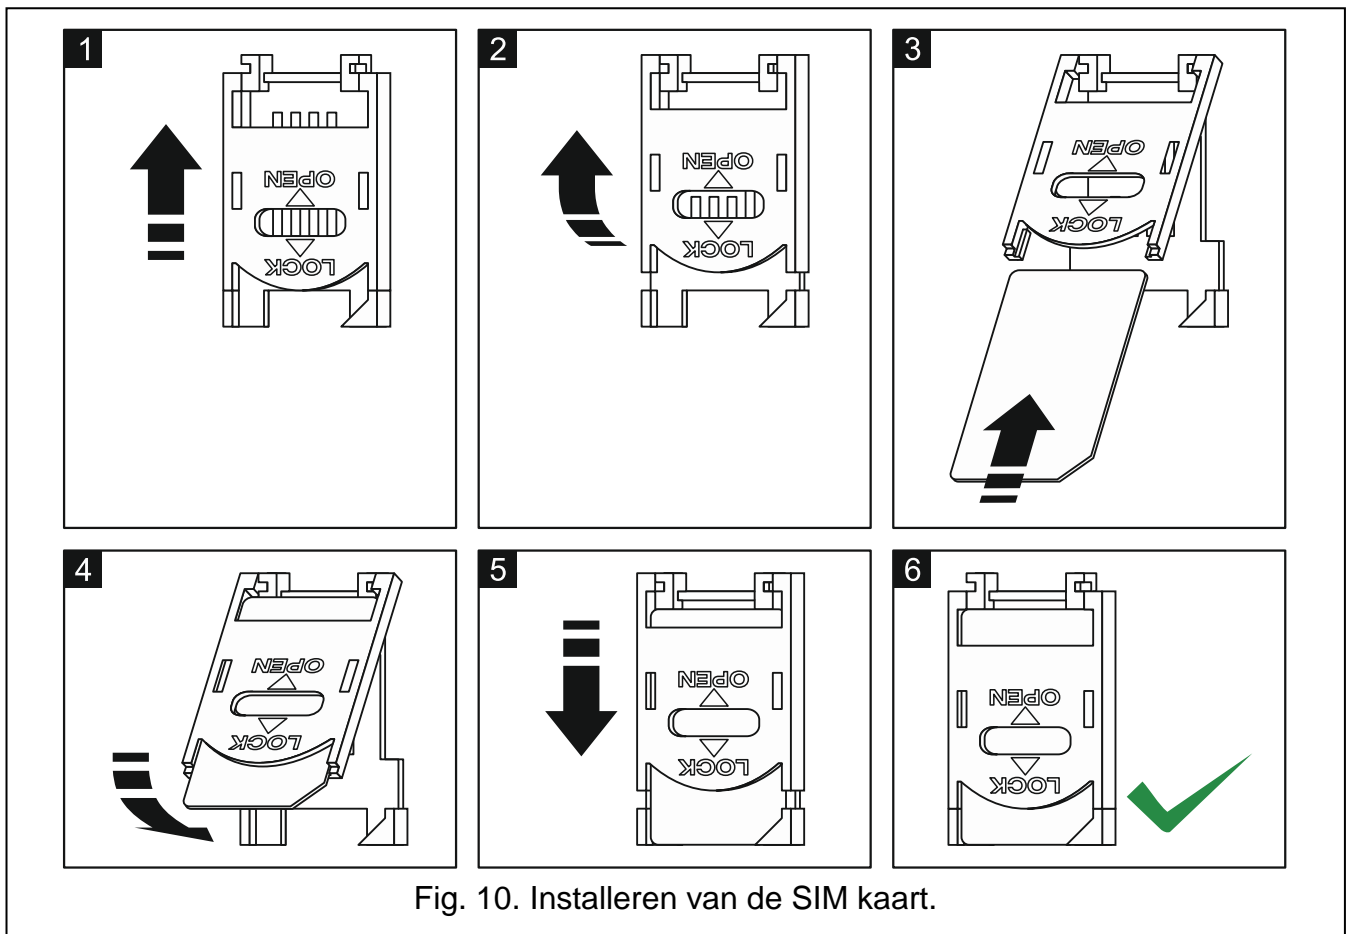

Fig. 10. Installeren van de SIM kaart.
2. Plaats de SIM kaart in de houder (zie: Fig. 10). Het inloggen op het GSM netwerk kan enige minuten in beslag nemen.